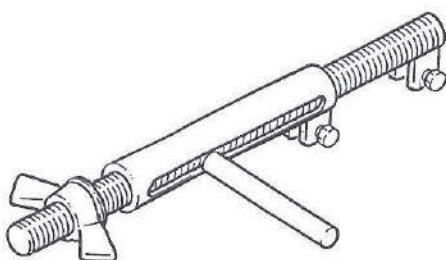
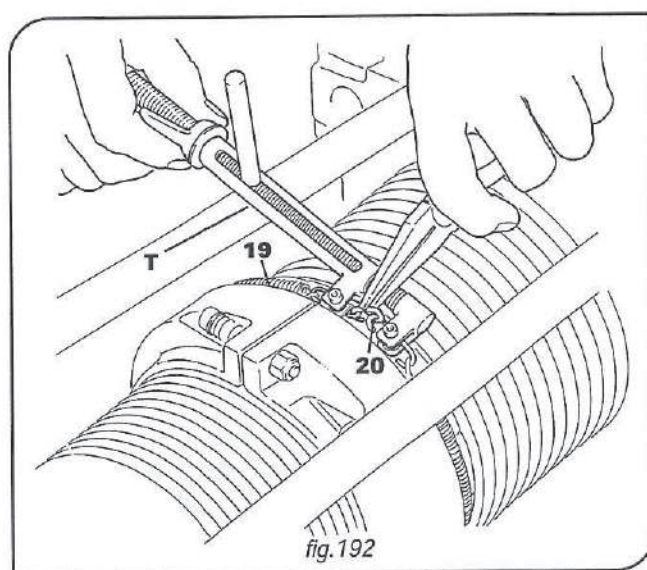

fig. 184
fig.192
- En la fase de sustitución de la cuerda, para evitar el riesgo de proyección del resorte apretador de cuerda, es **OBLIGATORIO** usar la "herramienta Tenderesorte" (fig.184), que están disponibles a la venta en los centros de servicio de DONATI SOLLEVAMENTI S.r.l.
10. desmontar el risorte apretacuerda -19- utilizando el aparato especial tenderesorte -T- (fig. 184) y una pinza para remover el pasador -20- (fig. 192).
9. Desmontar el resorte apretacuerda -19- utilizando el aparato especial tenderesorte -T- (fig. 184) y una pinza para quitar el pasador -20- (fig. 192).